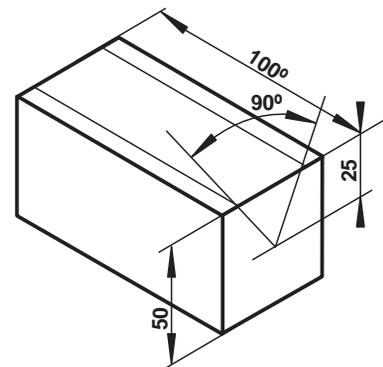

Fig. 8
- 6º Paso** : Verifique las medidas del bloque prismático en V. (Fig. 8).